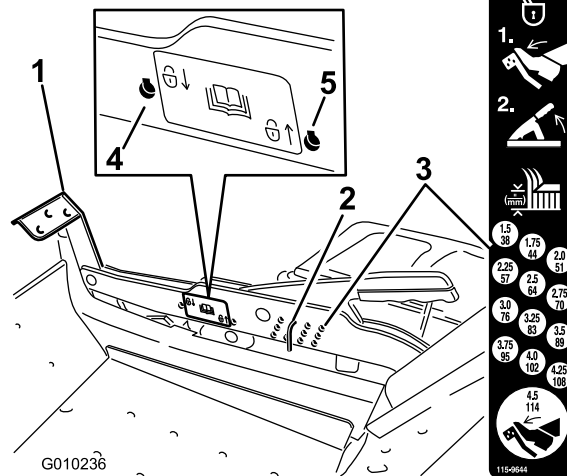

Figure 28
1. Appuyez sur la pédale de relevage du tablier avec le pied et relevez le tablier en position de transport (qui est aussi la position de hauteur de coupe de 114 mm [4,5 po]) (Figure 28).
2. Pour changer la hauteur de coupe, retirez l'axe du support de hauteur de coupe (Figure 28).
3. Placez l'axe dans le trou du système de hauteur de coupe correspondant à la hauteur de coupe voulue (Figure 28).
2. Retirez l'axe du support de hauteur de coupe (Figure 28).
3. Sélectionnez le trou le plus bas sur l'autocollant de verrouillage et insérez l'axe (Figure 28).
- Sélectionnez le trou le plus haut sur l'autocollant de verrouillage et insérez l'axe (Figure 28).